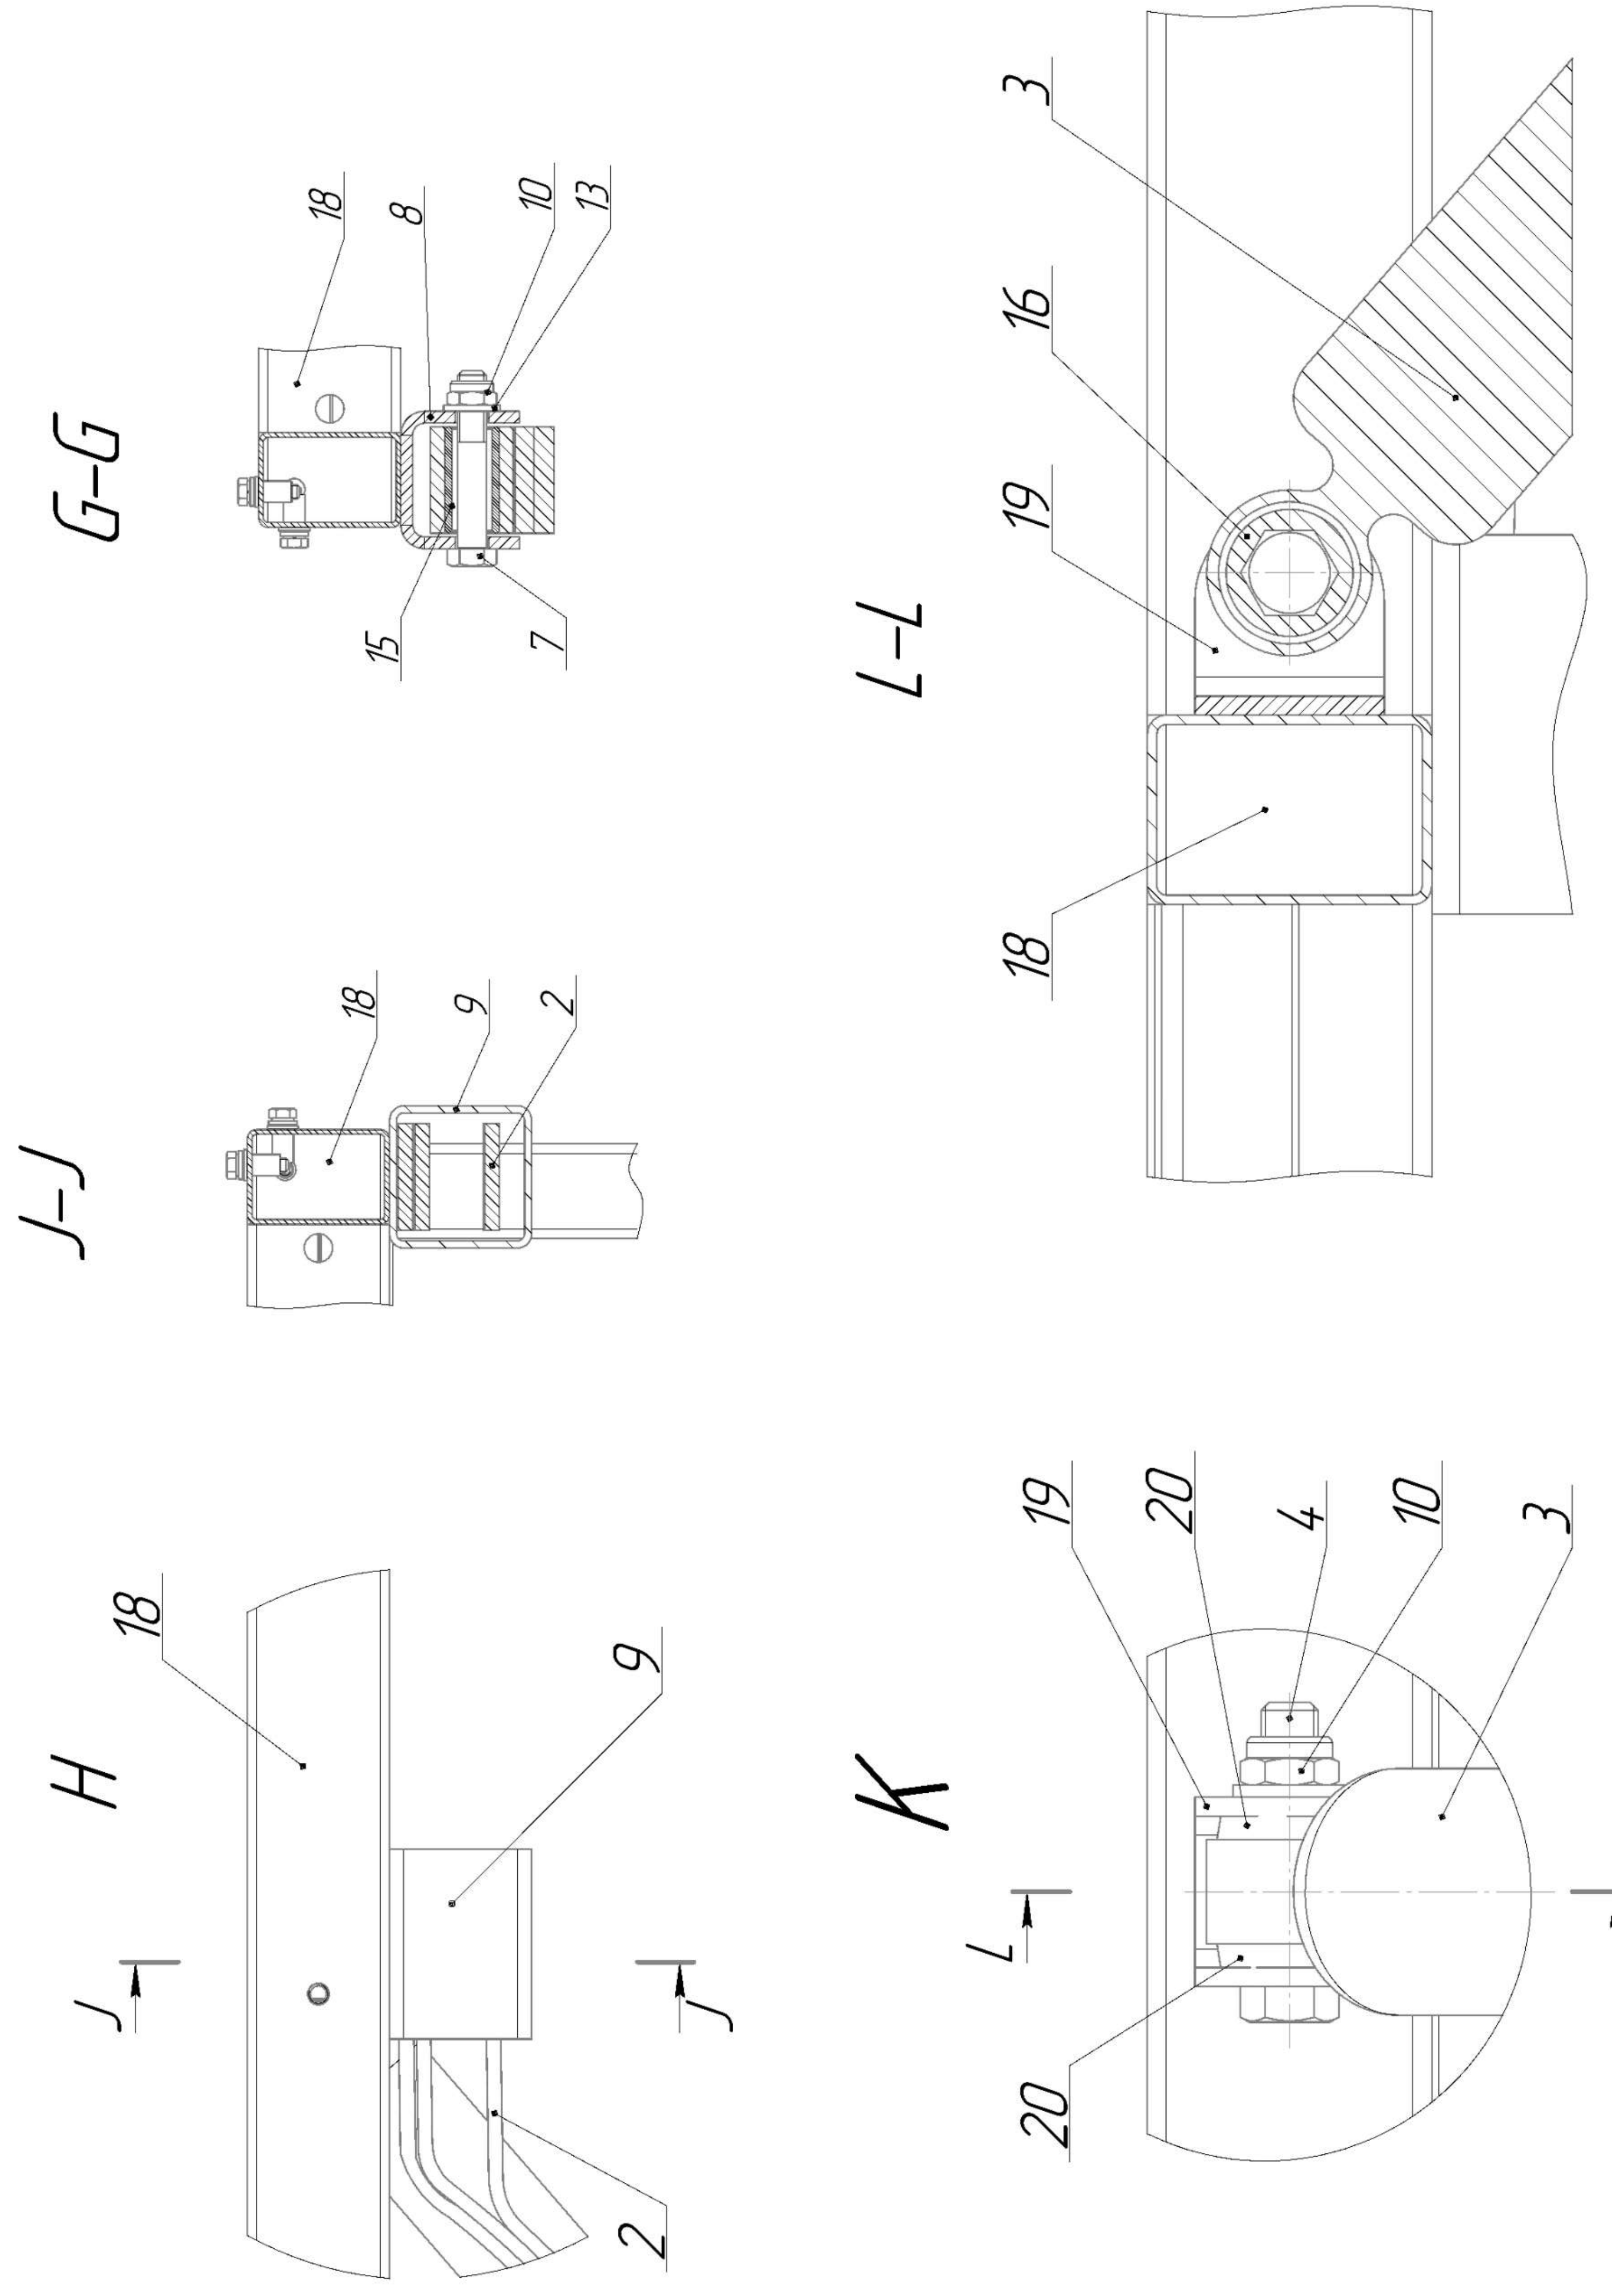

Рис. 3. Подвеска колес.
4.7. Подвеска колес (рис.3) зависимая на двух продольных рессорах с
гидравлическими амортизаторами. Рессора 2 крепится передним концом к кронштейну рамы 8 болтом 7, шайбой 13 и гайкой 10, а задним вставляется в кронштейн рамы 9 (рис.3 вид F и H). Амортизаторы 3 крепятся болтами 4, шайбами 12 и гайками 10 к кронштейнам 19 на оси 1 и балке рамы 18. (рис.3 вид K). Ось 1 крепится к рессорам 2 с помощью стремянок 5 и площадок стремянок 6, которые, в свою очередь, через граверы 17 закреплены гайками 12 (рис.3 вид E).